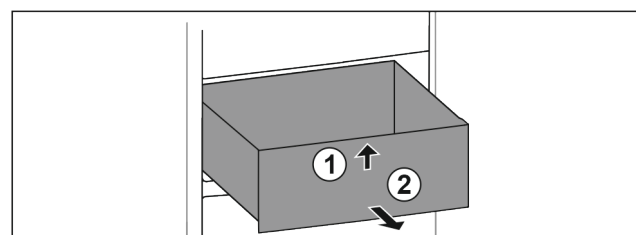

Fig. 58
- Sollevare il cassetto dal davanti. Fig. 58 (1)
- Rimuovere il cassetto tirandolo in avanti. Fig. 58 (2)